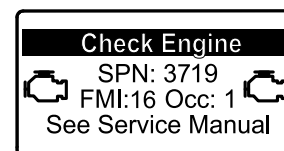

Figure 40
- Si une régénération en stationnement est nécessaire, l'InfoCenter affiche l'avertissement moteur SPN 3719, FMI 16 (Figure 40) et le calculateur moteur réduit la puissance du moteur à 85 %.